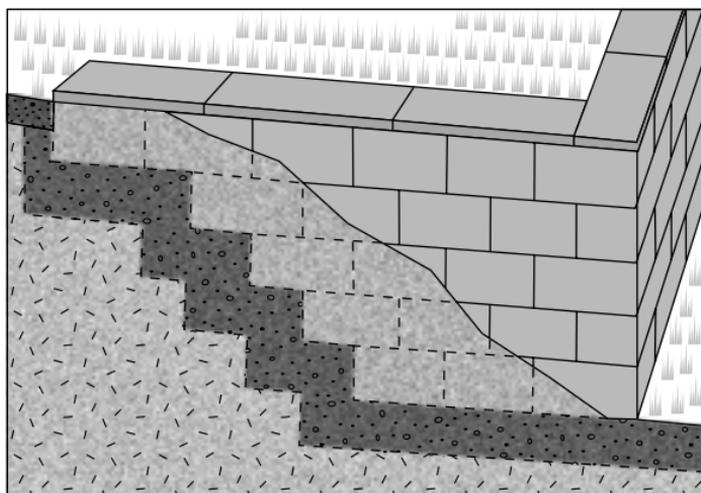

Figura 36. El final del muro debe cerrar hacia la pendiente.
**Extremos de los muros:** Si el muro de contención no comienza o termina en un edificio (o en otra estructura), deberá construirse un "retorno" hacia la elevación (Figura 36). Es posible que los muros que siguen la gradación de la pendiente no necesiten un retorno ya que cada hilera estará construida dentro de la pendiente o seguirá la pendiente de la colina.